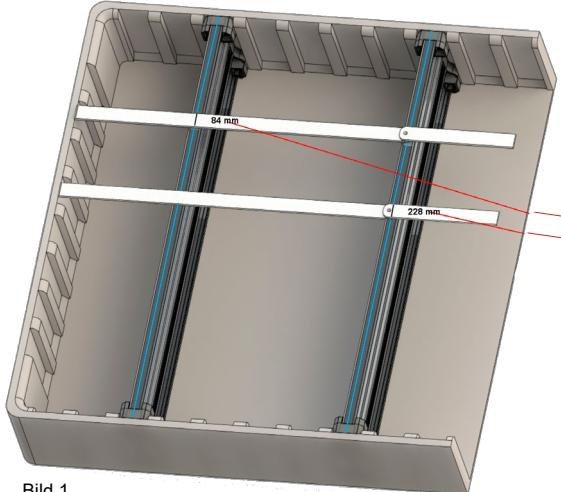

Bild 1
1. Messen Sie die benötigte Länge Ihres Trennsteges aus (Bild 1). Es wird immer von der Schale bis zur Mitte des nächsten Trennsteges gemessen.
1. Meet de gewenste lengte van de verdeler op (afb. 1). Het is de lente van de koffer binnenzijde tot het midden van de andere verdeler in de koffer.